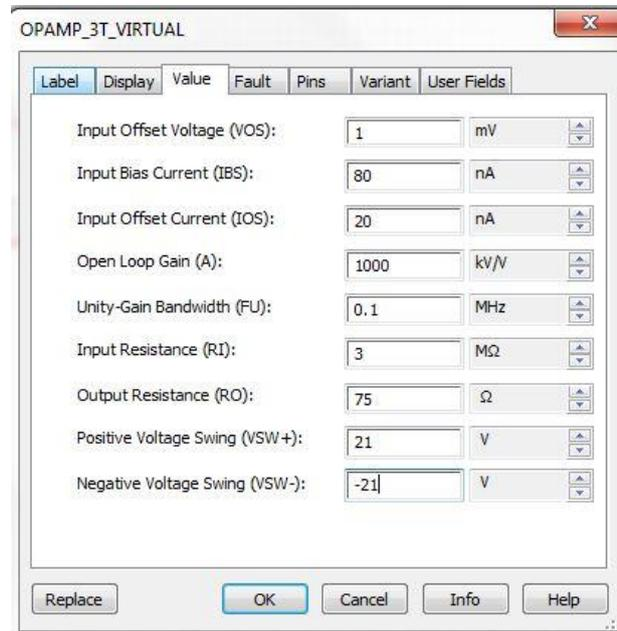

Рис.11. Настройка ОУ
Для настройки параметров ОУ выполняются аналогичные операции. Открывается окно, изображённое на рис.11. Устанавливаются необходимые значения параметров ОУ. *Unity-Gain Bandwidth (FU)* – частота единичного усиления  $f_{ед}$ , *Open Loop Gain* – коэффициент усиления ОУ.